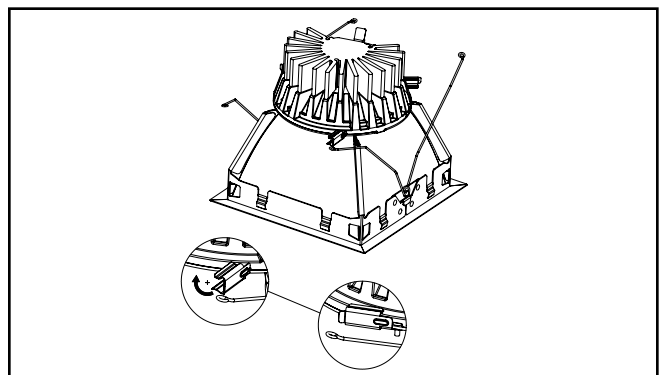

Figura 6.
- Rote los ganchos laterales (3) en el lugar para fijar firmemente la moldura al motor LED (Figura 6.).